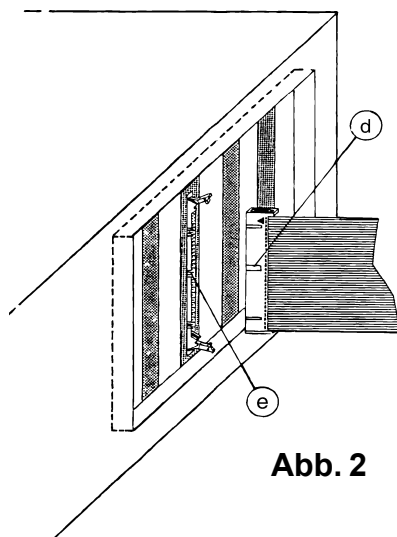

Abb. 2
6. Schließen Sie das Gehäuse Ihres Rechners und befestigen Sie es mit den Sicherungsschrauben. Kabel, die Sie während des Einbaus gelöst haben, sollten Sie nun wieder einstecken. Stecken Sie die/das Anschlusskabel Abb. 2 (d) der Karte in die vorgesehene Buchse/n (e) und beachten Sie die VDE-Handhabungsvorschriften. Schalten Sie immer zuerst den Rechner ein, um anschließend, beispielsweise eine Spannung zu messen. Nie umgekehrt !!!